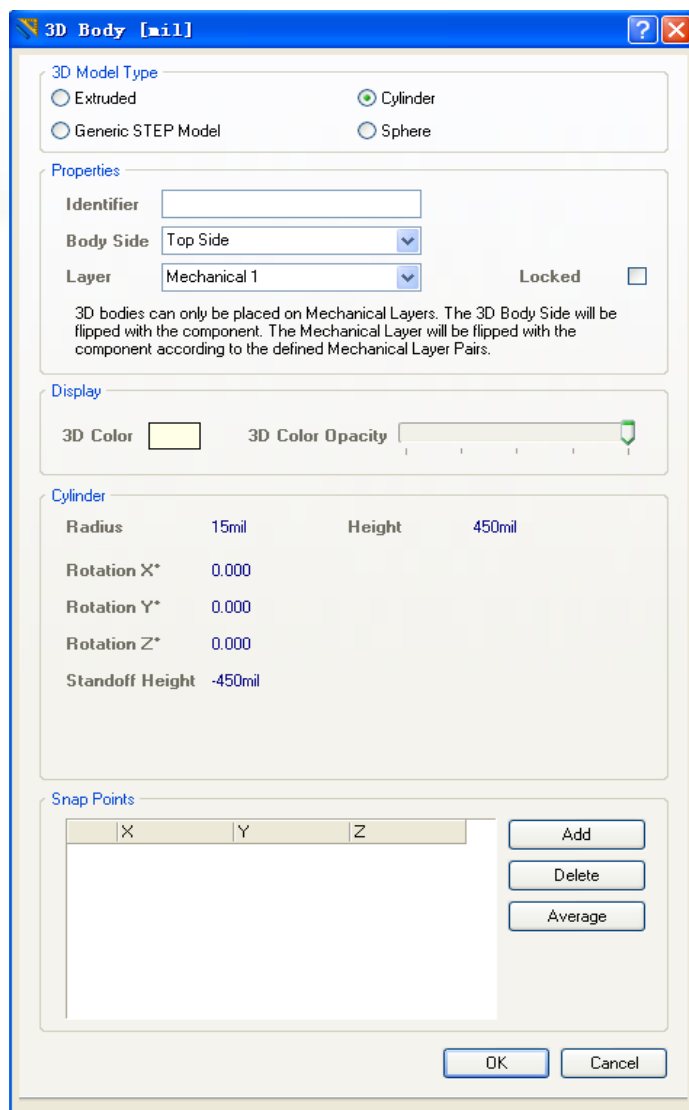
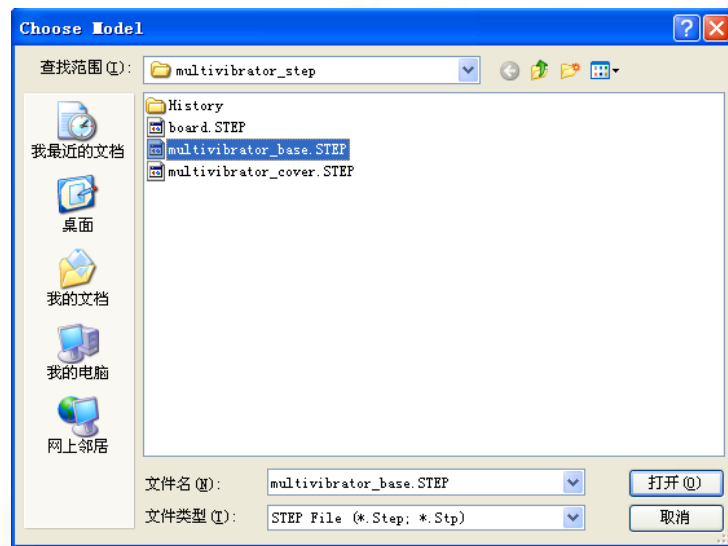

图5-32在3D Body对话框中定义三维模型参数
图5-34 打开*.Step文件
(1) 一个基础性的三维模型对象，根据封装轮廓建立（overall height 50mil, standoff height 0mil, Body 3D color gray）。
(2) 一个代表三维模型的外围，通过放置一个圆，再以圆为蓝本生成闭环多边形，设计者可在3D Body Manager对话框检测该闭环多边形。闭环多边形参数设置为：overall height 180mil, standoff height 0mil, color gray。
(3) 其他3个对象对应于3个引脚，通过放置圆柱体的方法实现。执行Place→3D Body命令，弹出3D Body对话框如图5-32所示，在3D ModelType栏选择单选按钮Cylinder（圆柱体），选择圆参数Radius(半径):15mil, Height:450mil, standoff height:-450mil, color gold, 设置好后，按ok按钮，光标处出现一个小方框，把它放在焊盘处，按鼠标左键即可，按鼠标右键或Esc键退出放置状态。
(4) 设计者可以先只为其中一个引脚创建三维模型对象，再复制、粘贴两次分别建立剩余两个引脚的三维模型对象。
- ❖ (1) 执行Place→3D Body命令（快捷键为P,B）进入3D Body对话框如图5-32所示。
- ❖ (2) 在3D Model Type区选择Generic STEP Model选项。
- ❖ (3) 单击Embed STEP Model按钮，显示Choose Model对话框，可在其中查找*.step和*.stp文件（如图5-34所示）。